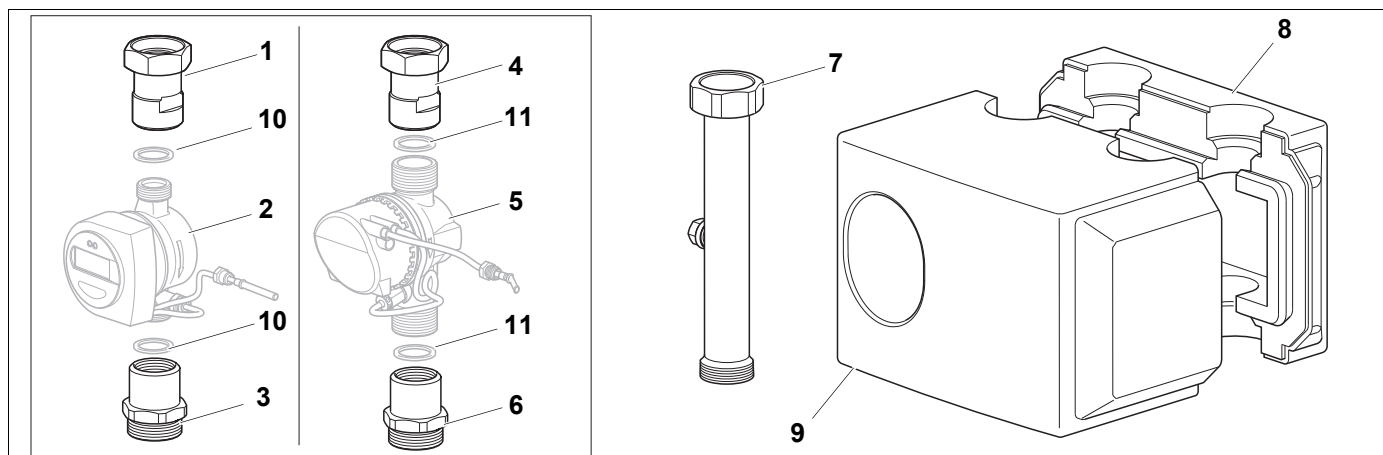

Рис. 1 Объем поставки комплекта подключения WMZ для тепловых счетчиков BL110 и BL130
Перед проведением монтажных работ проверьте наличие в поставке всех перечисленных составных частей (рис. 1).
- Установите переднюю теплоизоляцию (рис. 1, [9], стр. 3).